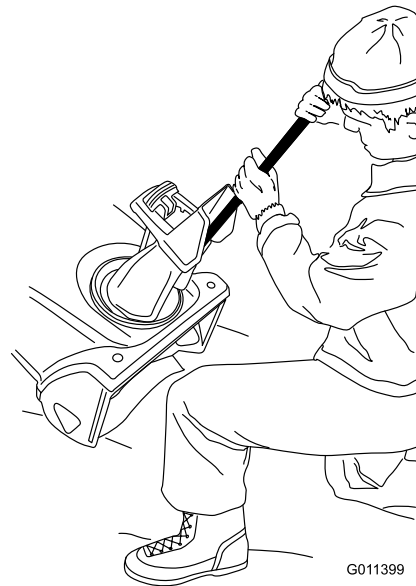

Bild 24
- Verwenden Sie immer ein Reinigungswerkzeug und nie die Hände (Bild 24).